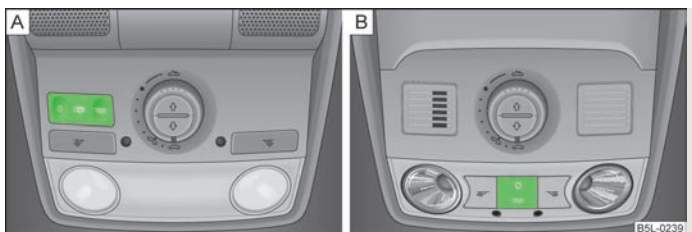

Fig. 30 Luz interior delantera
- Pulsar el conmutador en la posición del símbolo  » fig. 30.
- Poner el conmutador en la posición central. En vehículos sin vigilancia del habitáculo la posición central está señalizada con el símbolo  » fig. 30 - [A].